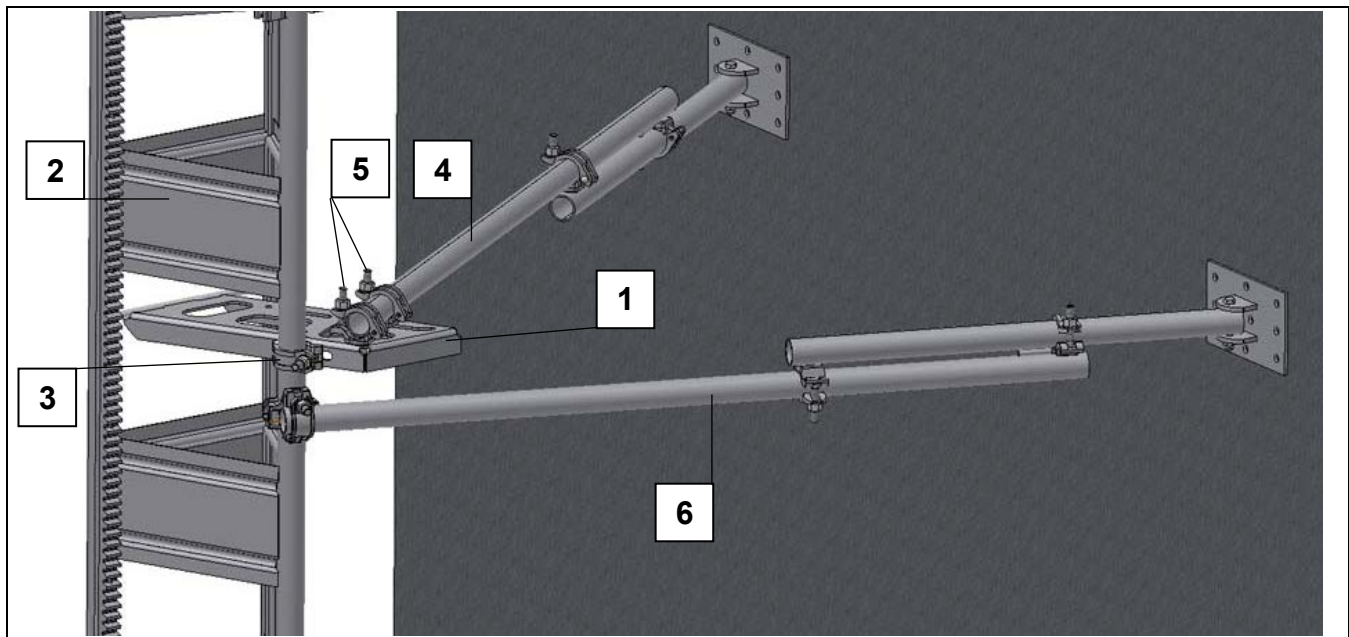

Fig. 38 Mastverankerung bei Aufbau mit Etagen- Schiebetüren
- Die rechtwinkelige Ausrichtung des Mastes kann durch die beiden Gerüstkupplungen (Fig. 38 Pos.5) vorgenommen werden.